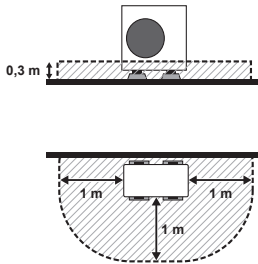

Abb. 3-3
(2) Bei Aufstellung an einem Ort, an dem 3 Flächen der Anlage freiliegen (vor einer Gebäudewand) (Abb. 3-3)